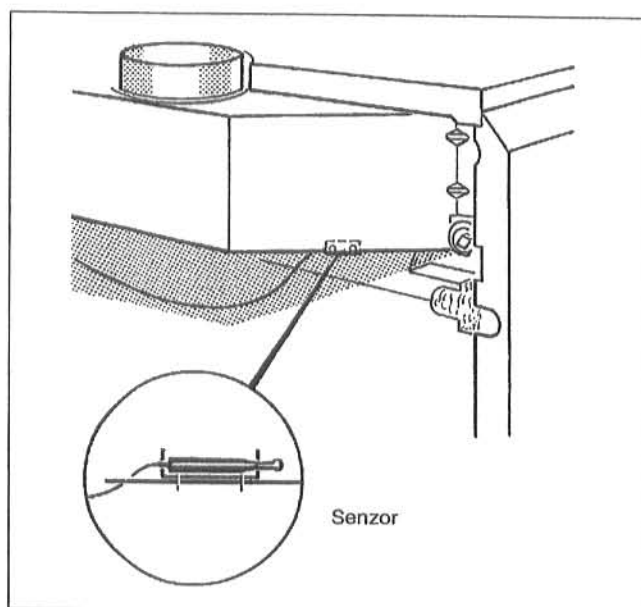

Fig. 34: Senzorul de supraveghere a gazelor de ardere AW50 la G334 XZ
- Senzorul de temperatură al gazelor de ardere se va deșuruba de la dispozitivul de menținere al curentului de gaze respectiv de la colectorul de gaze (Fig. 34).